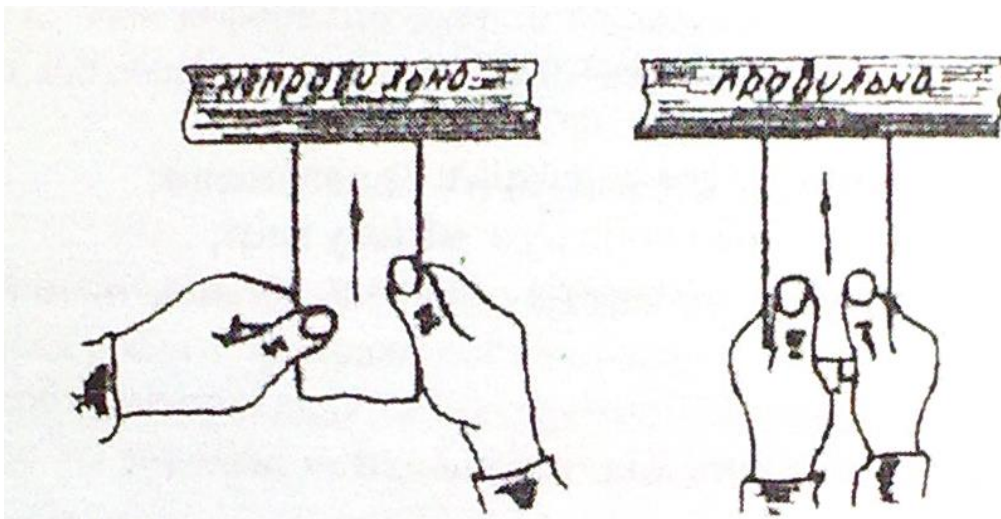

Рисунок 3. - Подача длинной полосы в валки
7.5 При прокатке длинных полос металла необходимо пользоваться проводками, устанавливая их по ширине полосы. Если же проводки невозможно использовать следует стоять сзади полосы и держать ее за задний конец, а не за края (рис.3)